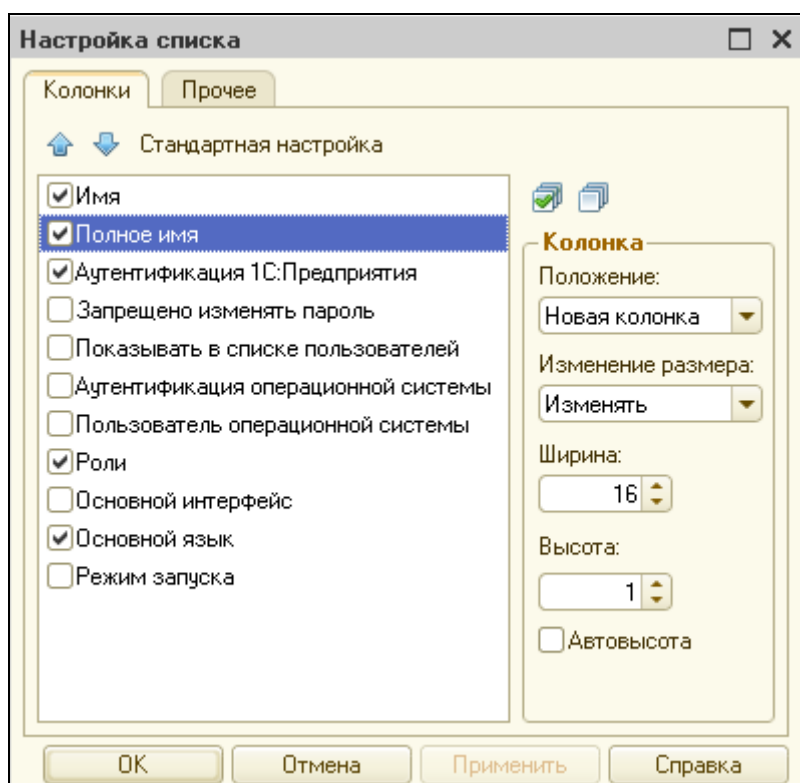

Рисунок 11.8 Окно настройки списка
3. Настроить форму списка выполнив команду **Настройка списка** меню **Действия** (рис.11.8).